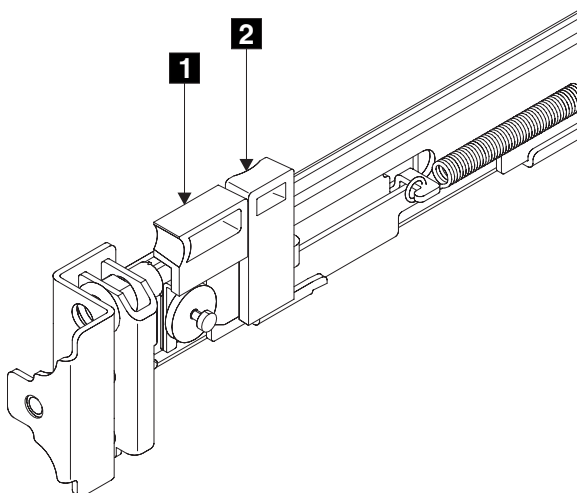

图 125. 缩回插销锁托架
4. 使您的手指对着插销控制杆 **1** 一侧，并将您的拇指对着插销锁 **2** 的前部（请参阅图 125）。